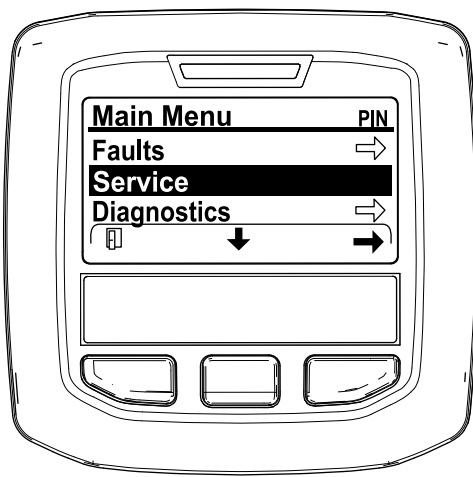

Figura 33
2. Vaya al MENÚ PRINCIPAL, pulse el botón central para desplazarse hacia abajo hasta el MENÚ SERVICIO y pulse el botón derecho para seleccionar la opción SERVICIO (Figura 33).